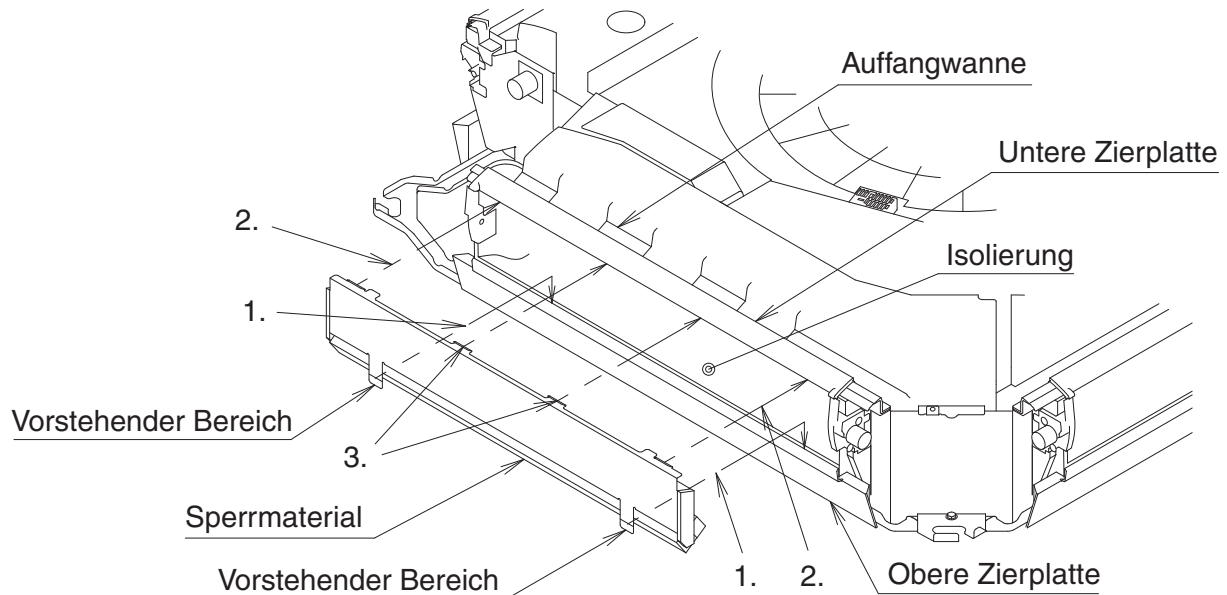

Abb. 12
(2) Befestigen Sie das Sperrmaterial am Luftauslass. (Siehe Abb. 12 und Abb. 13)